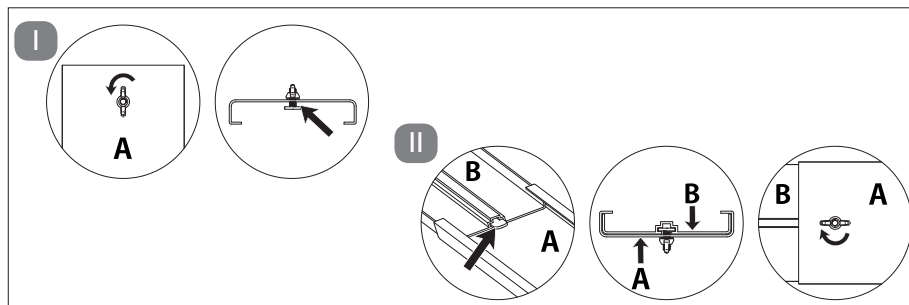

Fig. 14 – Regolazione del kit per finestra a misura della finestra
- ▶ Allentare il dado ad alette in modo da lasciare dello spazio libero tra la parte A del kit per finestra e il cursore. **(vedi fig.14, passaggio I).**
Regolare il kit per finestra alla misura desiderata avvicinando o allontanando tra loro le parti del kit, quindi serrare nuovamente il dado ad alette. **(vedi fig.14, passaggio II).**